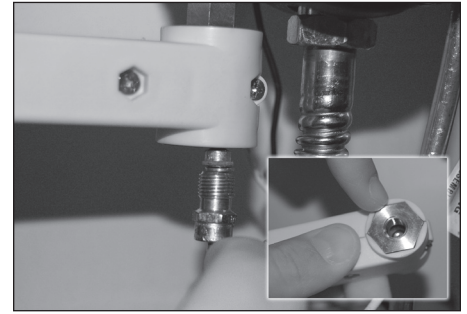

Figure 10
3. Installer le thermocouple sur le module de coupure d'alimentation. **Figure 10**